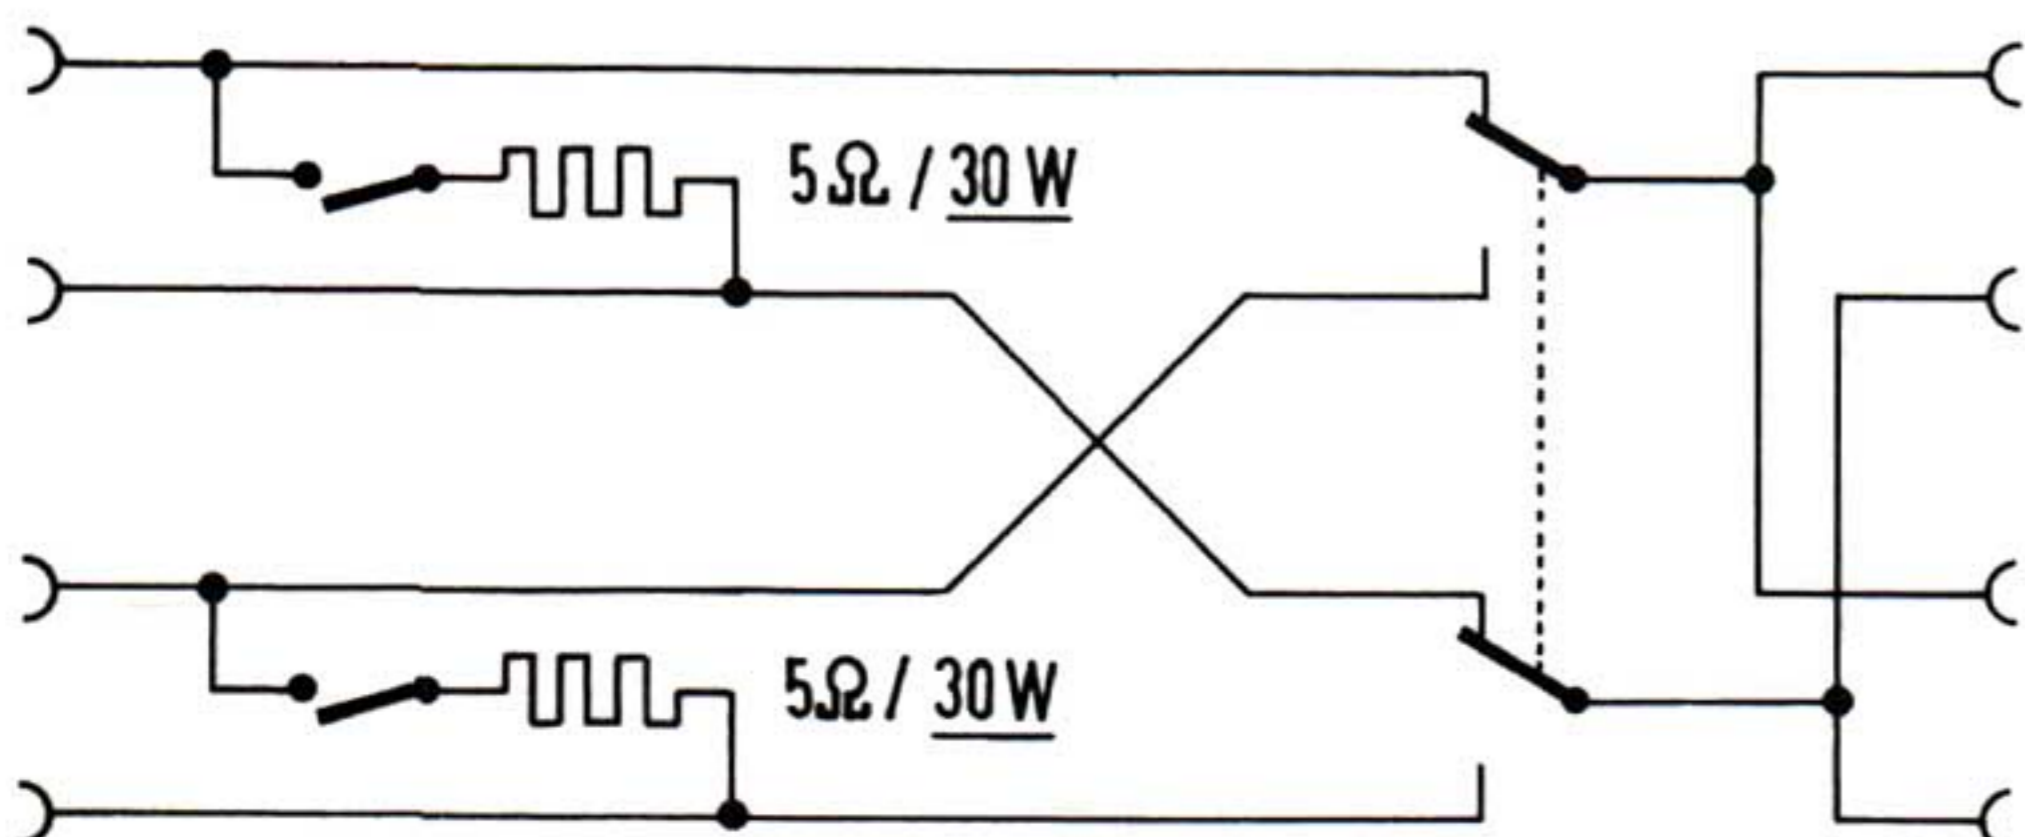
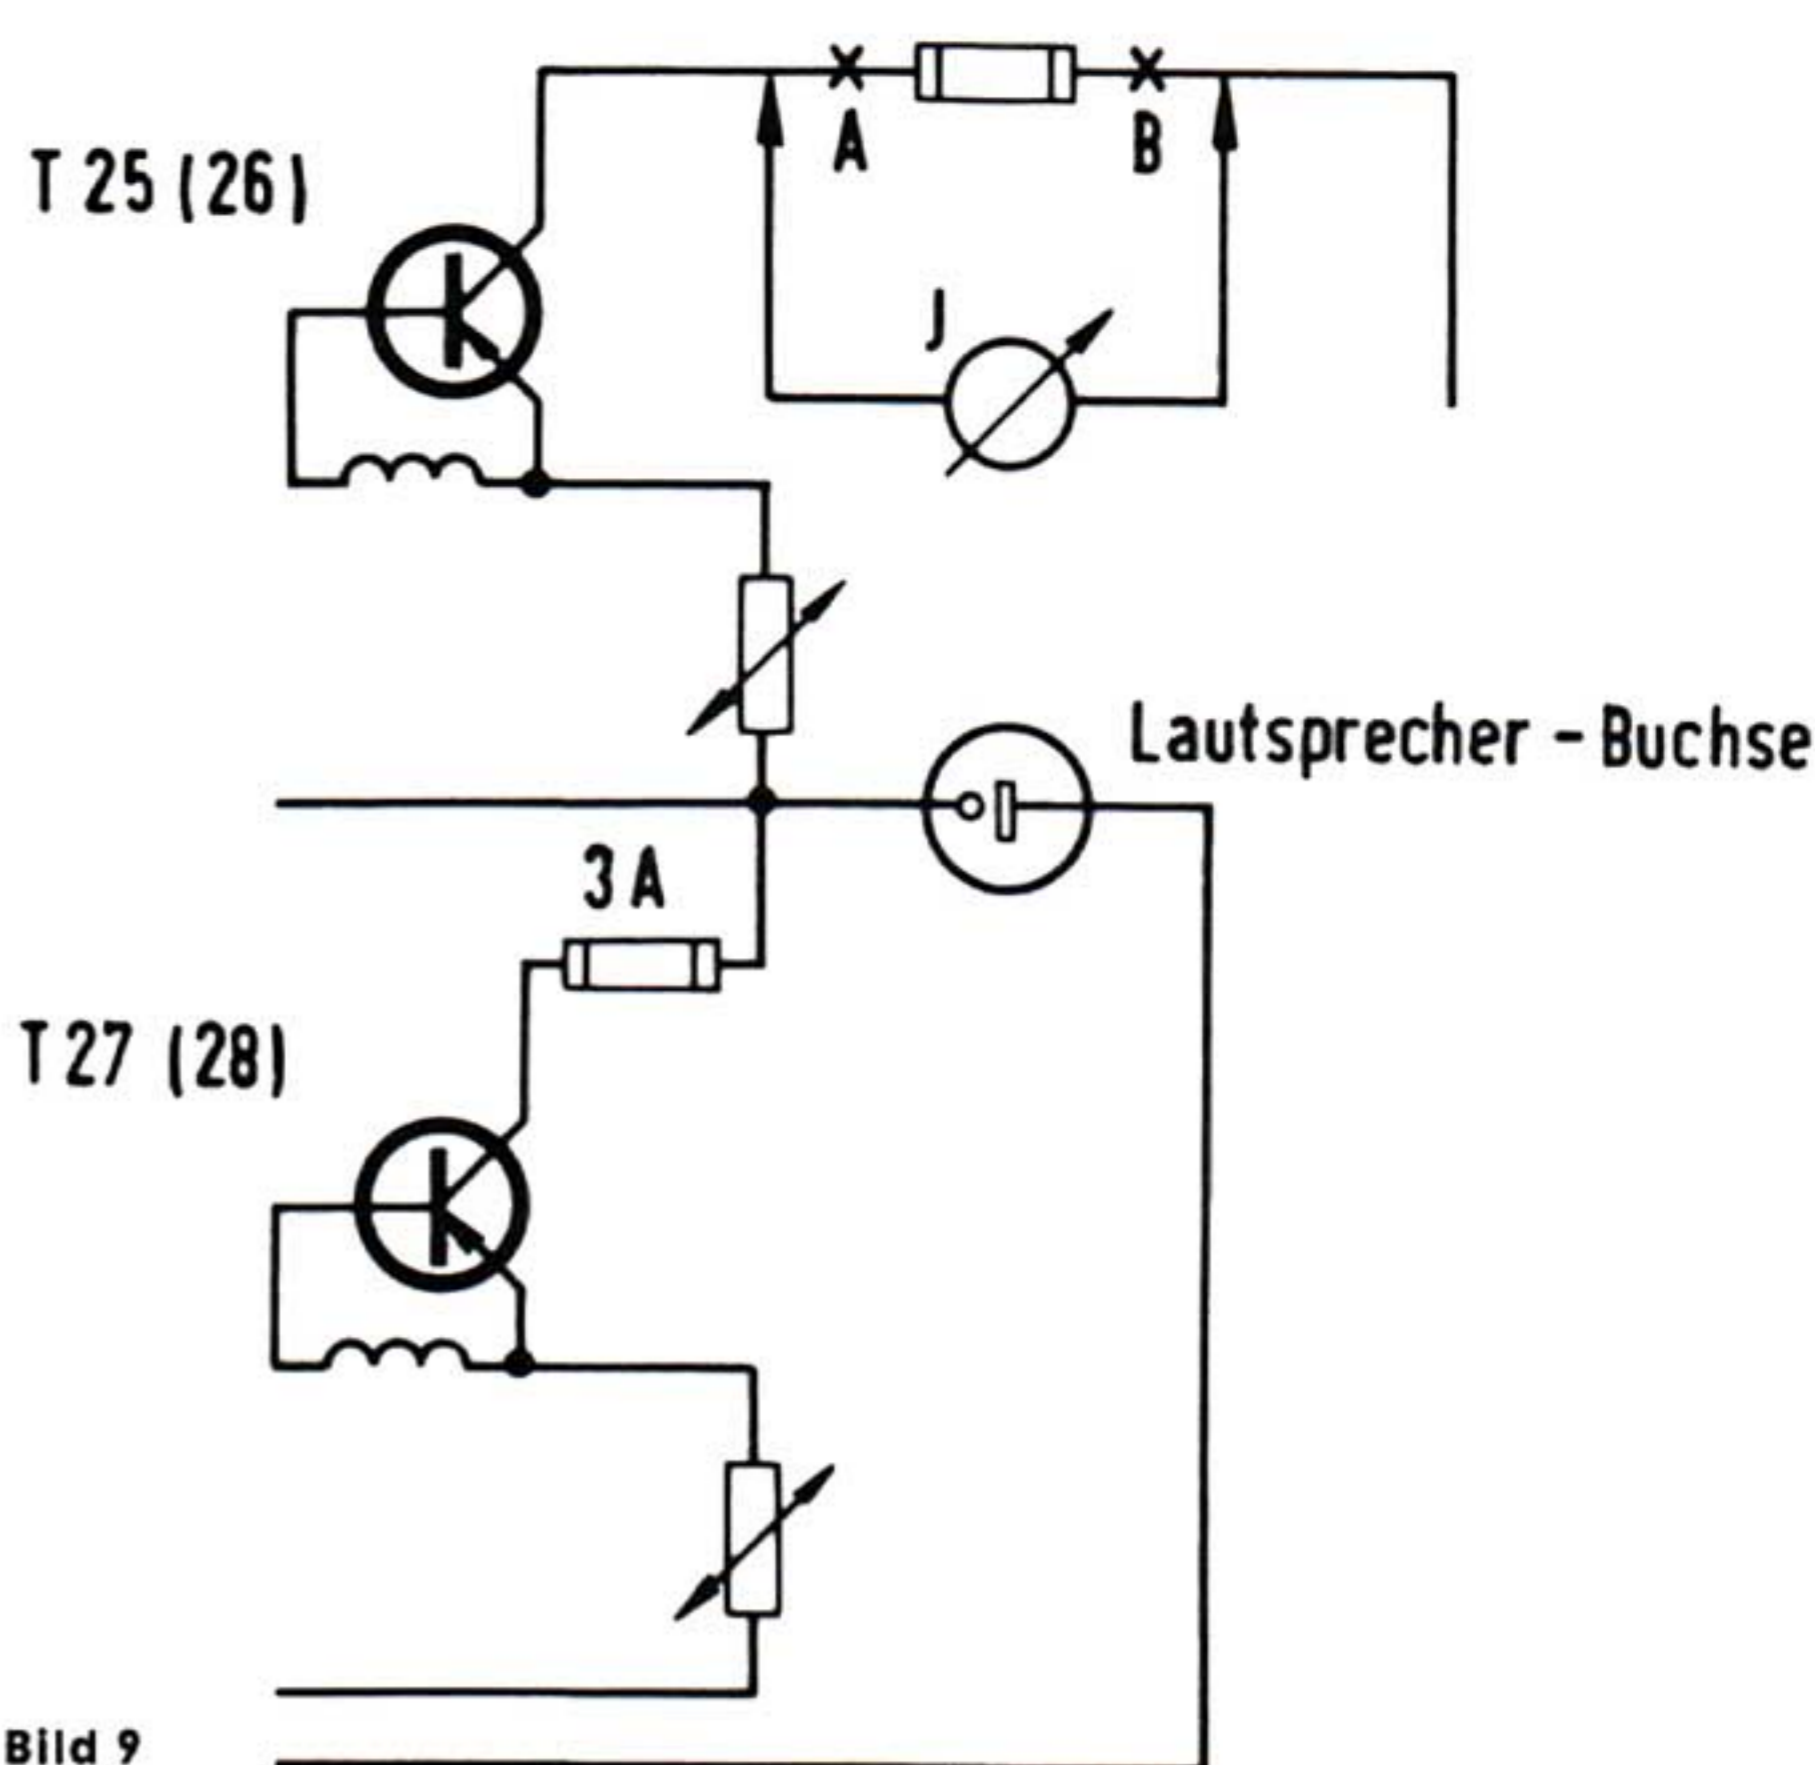

Bild 8
Bild 9
Die Schaltung nach Bild 8 mit den 5-Ω-Belastungswiderständen wird an die Lautsprecherbuchsen des einzustellenden Verstärkers angeschlossen. Die Sicherung zwischen Punkt A und B (Bild 9) wird ausgelötet und ein Strommesser (Multavi) angeschlossen.
An einen der Meßausgänge in der Schaltung nach Bild 8 wird ein Voltmeter mit Nullpunktmitte (UV 4) gelegt. Die beiden Belastungswiderstände 5 Ω sind abzuschalten. Der Abgleich wird nun folgendermaßen durchgeführt: Mittels des Widerstandes R 445 (446) wird ein Strom (Bild 9) von 40 mA eingestellt und anschließend die Symmetrie mit dem Regler R 437 (438) Nullabgleich des Voltmeters mit Nullpunktmitte). Da beide Einstellungen nicht unabhängig voneinander sind, müssen sie etwa zweimal wiederholt werden. Sind die Einstellwerte in Ordnung, wird die Sicherung wieder eingelötet und an den Lautsprecher-Buchsen nochmals die Symmetrie kontrolliert. Es darf keine Gleichspannung anliegen.